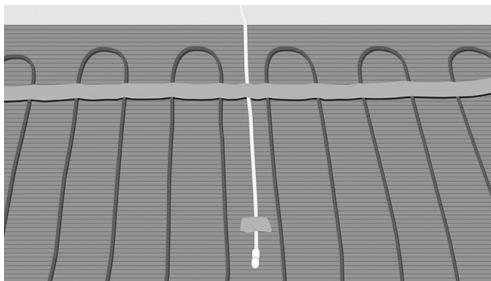

Abb. 13. Platzieren Sie das Rohr/den Sensor zwischen zwei Kabeln
11. Installieren Sie ein Lehrrohr für den Bodensensor. Stellen Sie sicher, dass sich das Ende des Leerrohrs auf gleicher Höhe wie das Heizkabel und zwischen zwei Schläufen, ca. 50 cm von der Wand entfernt, befindet. Verschließen Sie das Ende des Leerrohrs. (Abb. 13).